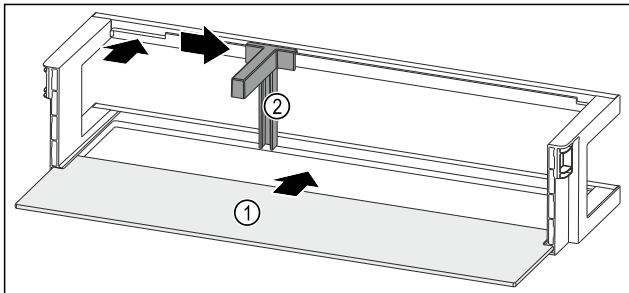

Fig. 150 Türabsteller mit Abstellfläche
- ▶ Abstellfläche Fig. 150 (1) in die seitlichen Aussparungen einschieben.
- ▶ Flaschenhalter Fig. 150 (2) in die Aussparung einsetzen.
- ▶ Flaschenhalter Fig. 150 (2) in gewünschte Position zur Seite schieben.